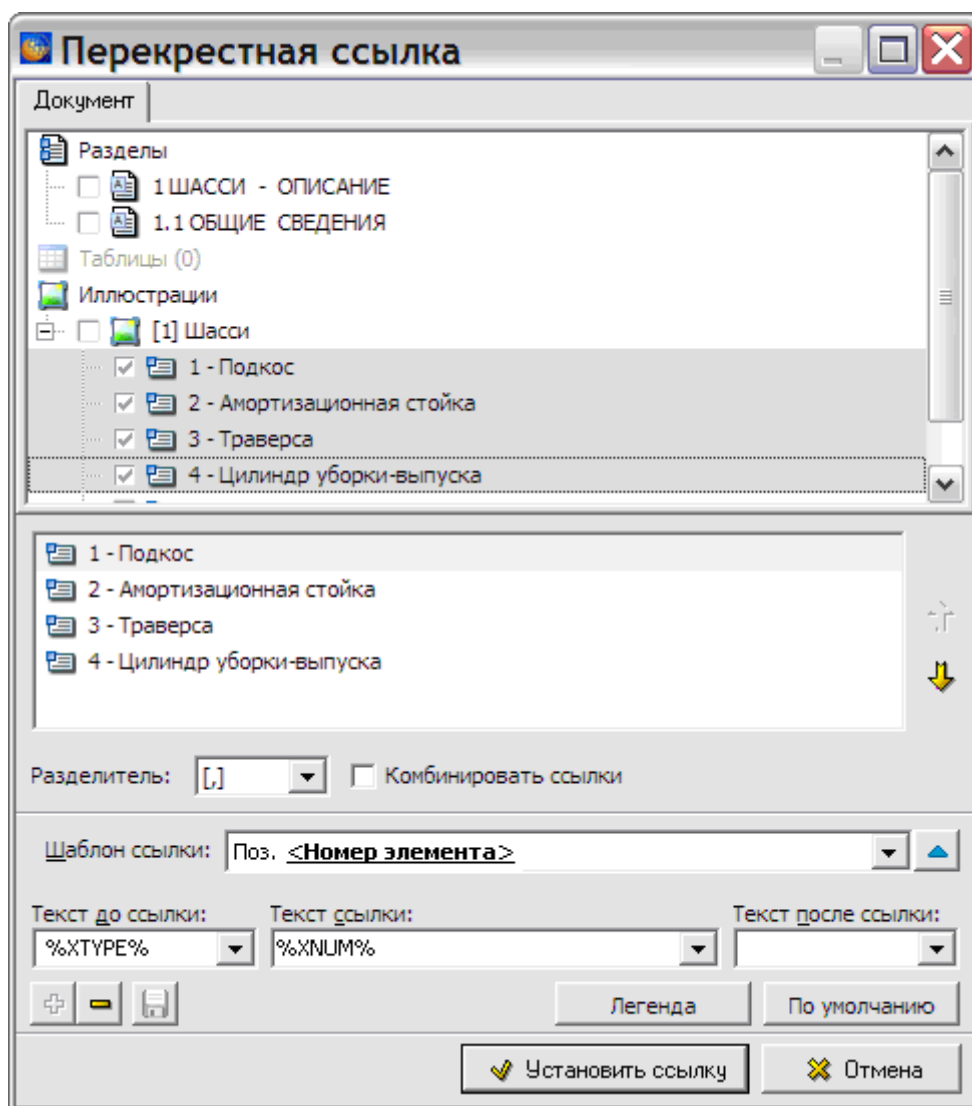

Рис. 3.212
4. Выделите несколько элементов, на которые необходимо установить ссылки, щелкнув по ним левой кнопкой мыши при нажатой клавише CTRL (или SHIFT, если элементы расположены подряд) (Рис. 3.212).
5. Выберите разделитель между элементами групповой ссылки. Для этого нажмите на кнопку , расположенную справа от окошка **Разделитель:**, и выберите из выпадающего списка нужный разделитель (Рис. 3.212).